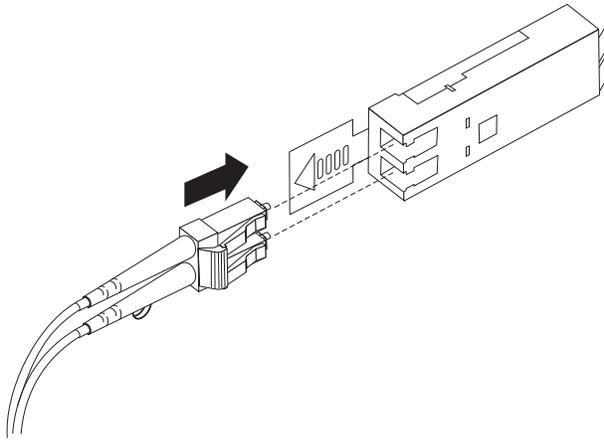

図 3-14. LC-LC ファイバー・チャネル・ケーブルの SFP モジュールへの挿入
4. 保護キャップを外した LC-LC ケーブルの開口端を、ストレージ・サブシステムに取り付けられた SFP モジュールに慎重に挿入します。ケーブル・コネクタには、正しくインストールされるようにキーが付いています。3-12 ページの図 3-14 に示すように、コネクタを持ったまま、所定の位置でクリック音がするまでケーブルを押し込みます。